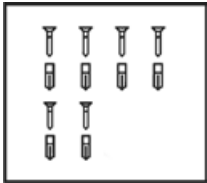

Рис. 12
4. Установите пластмассовый переходной фланец (если он не установлен) на соответствующее место сверху вытяжки с помощью двух шурупов (рис. 12).